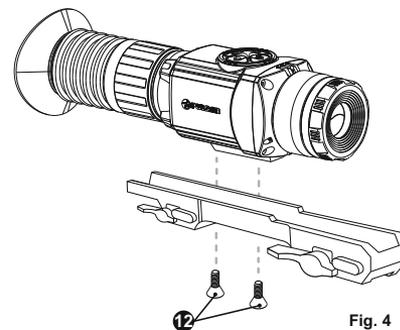

Fig. 4
- Fixez le montage à la base du viseur (**Fig. 4**) en utilisant la clé écrou-hexagonal S4 et les vis (**12**).